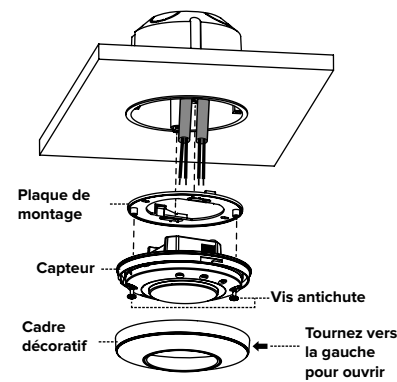

FIG. 7
3. Vissez la plaque de montage du capteur sous la boîte de jonction et fixez-la au boîtier du capteur à l'aide des deux vis antichute (FIG. 7).